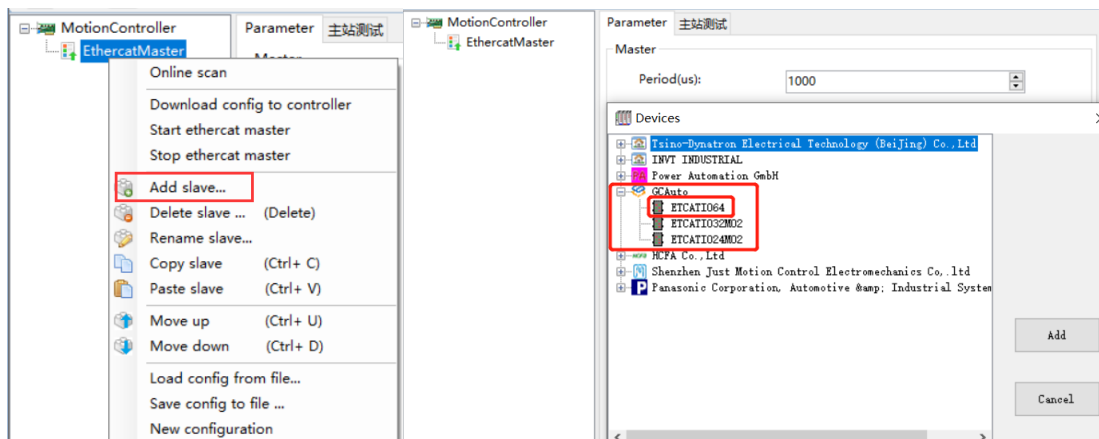

图 2.4.19 添加从机设备
⑤ 右键点击【EtherCATMaster】->【Add slave...】, 如图 2.4.19 添加从机设备(如果没有找到前面安装的 xml 文件名, 点击菜单栏【Devices】->【Reload】即可, 选择 ETCAT1064, 点击【Add】完成;